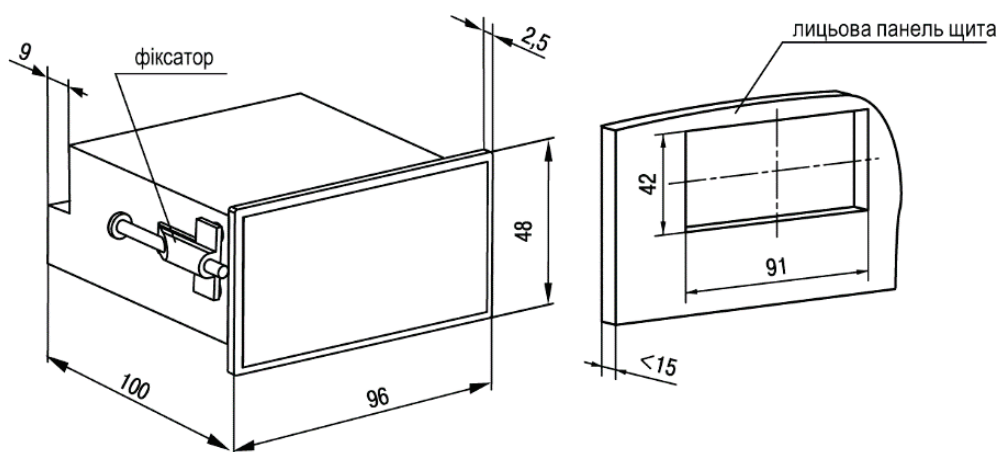

Рисунок 4.7 – Габаритні розміри корпусу Щ2
1. Підготувати на щиті керування монтажний виріз для встановлення пристрою (див. рисунок 4.7).